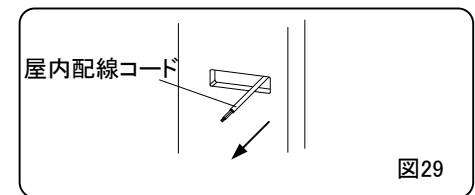

図29
- ③屋内配線コードをコンセント取付部の開口から引き出してください。(図29)